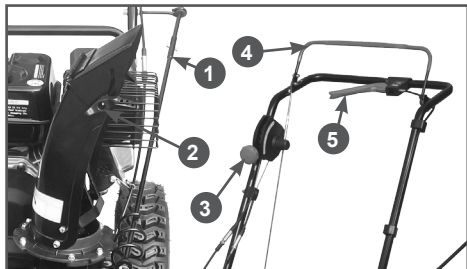

Рис.15 Рычаги управления
1. Рычагом (1) Рис.15, установите требуемое направление выброса снега.
2. Ослабьте гайки (2) Рис.15 и установите необходимый угол наклона козырька желоба. Затяните гайки.
3. Рычагом (3) Рис.15 установите необходимую скорость движения.
При нажатии на рычаг (4) Рис.15 включается движение снегоотбрасывателя. При нажатии на рычаг (5) включается вращение шнека.